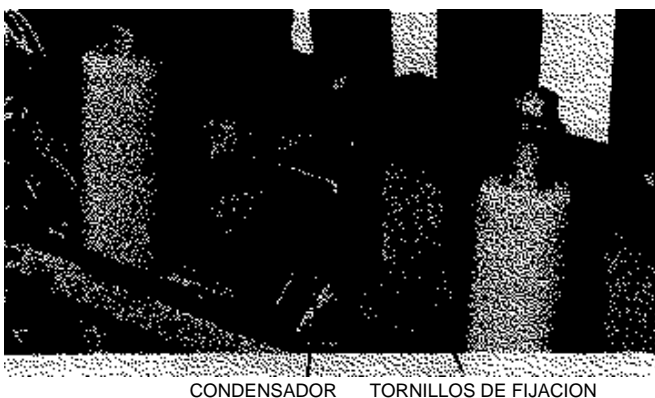

Figura 22.
4. Si el reconector tiene un cargador de baterías con transformador de corriente, saque los tornillos que fijan el condensador de bañera de 0,2 µF al bastidor del reconector (Figura 22).
5. Vuelva a conectar la palanca accionadora del interruptor auxiliar (si la tiene) al mecanismo y fíjela con la arandela y el anillo "E" (Figura 22).
6. Fije el condensador de bañera de 0,2 μ F (si lo tiene) al bastidor del mecanismo (Figura 22).